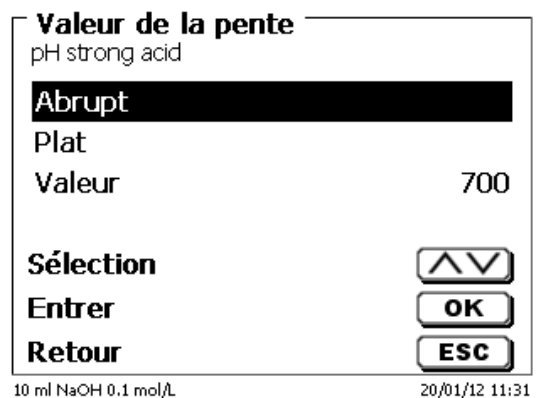

Fig. 138
Si la reconnaissance du point d'équivalence (EQ) est activée, il est possible de fixer la valeur de pente pour le point d'équivalence (Fig. 138).